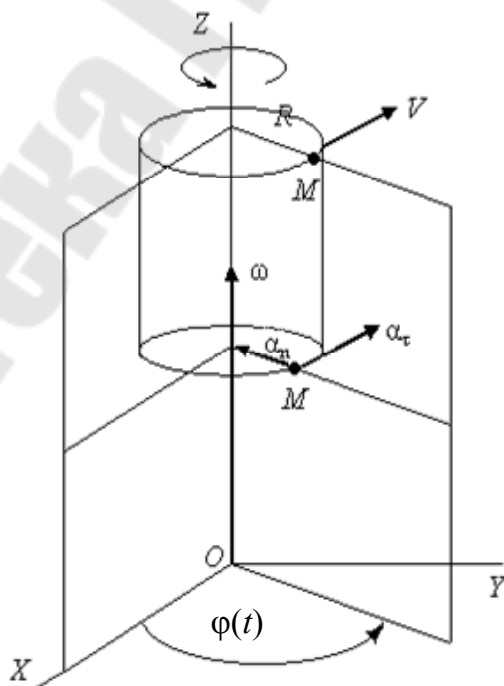

Рис. 22
15. Формула, определяющая зависимость изменения угла поворота твердого тела относительно неподвижной плоскости, проходящей через ось вращения: $\varphi = \varphi(t)$, $[\varphi] = \text{рад}$ (рис. 22).
16. Вектором, направленным вдоль оси вращения в ту сторону, откуда вращение твердого тела наблюдается против часовой стрелки (рис. 22).
19. $V = \omega \cdot R$ – скорость точки пропорциональна радиусу окружности, по которой движется точка (рис. 22).